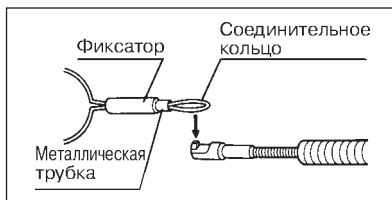
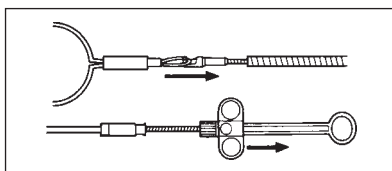

Рис. 9.
Рис. 10.
- (3) Соединительное кольцо петли присоедините к выступающему крюку (см. рис. 9).
- (4) При лёгком натягивании петли убедитесь в отсутствии повреждений на петле.
- (5) Перемещайте ползунок в проксимальном направлении до соприкосновения фиксатора петли с дистальным концом спиральной (проволочной) оболочки (см. рис. 10).